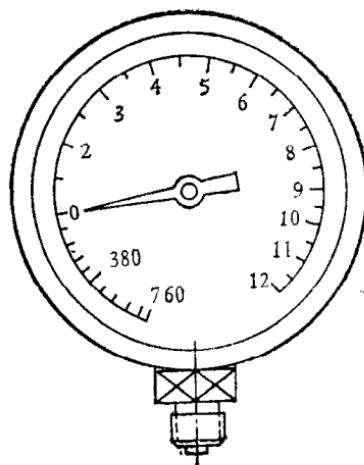
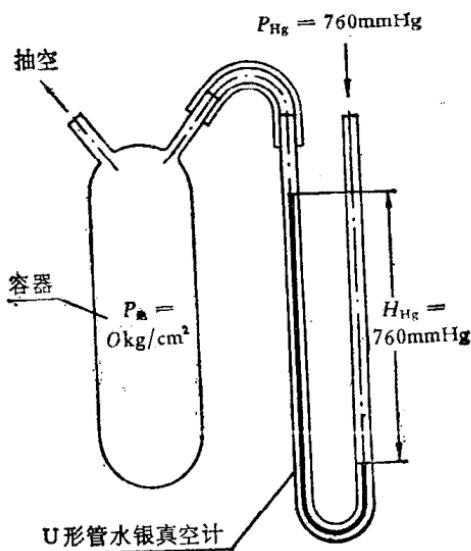

图 2-2 压力真空联程表
图 2-3
1) 当压强高于  $1 \text{ mmHg}$  时，常用压力式真空表、U 形管水银真空计，或是压力真空联程表（见图 2-2）来测量。我们知道，当压强为标准大气压时等于  $1.0336 \text{ kg}/\text{cm}^2$ ，相当于  $760 \text{ mmHg}$ 。由此看出，绝对真空等于  $0 \text{ kg}/\text{cm}^2$  的绝对压力，相当于抽空到  $760 \text{ mmHg}$ ，如图 2-3 所示。所以当大气压力为标